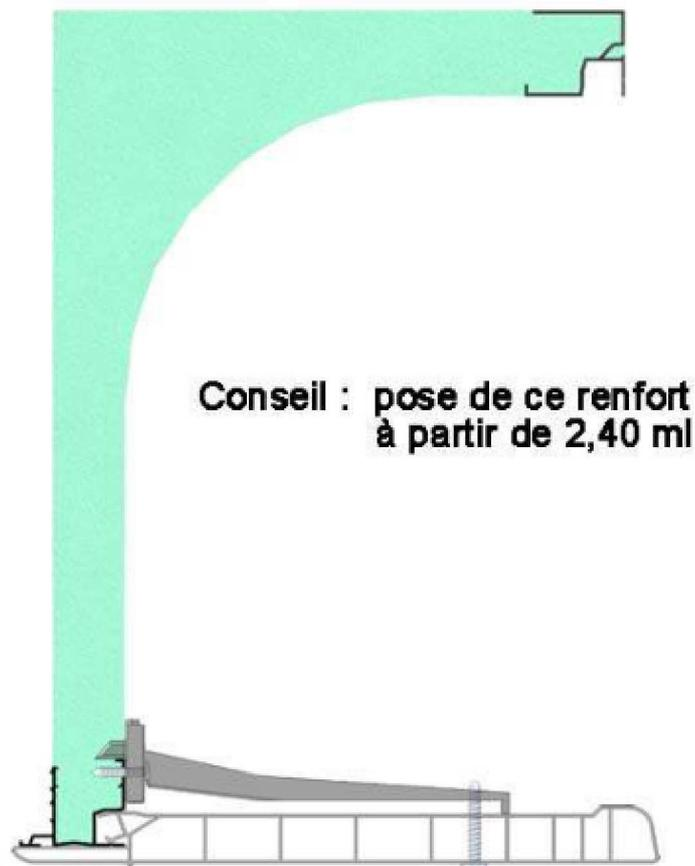

Figure 1.4 : SOUS FACE
- Sous face 205 ou 185, FIGURE 1.4 :